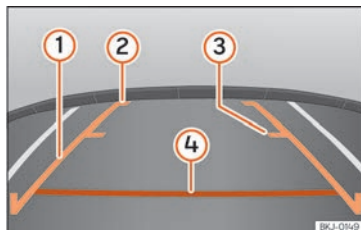

Fig. 167 Affichage à l'écran du système d'info-divertissement : lignes d'orientation.
- La charge du véhicule modifie la représentation des lignes d'orientation projetées » **fig. 167**. La largeur qu'elles représentent diminue avec le niveau de charge du véhicule. Faites attention à l'environnement lorsque l'intérieur ou le coffre est chargé.
» **fig. 167**